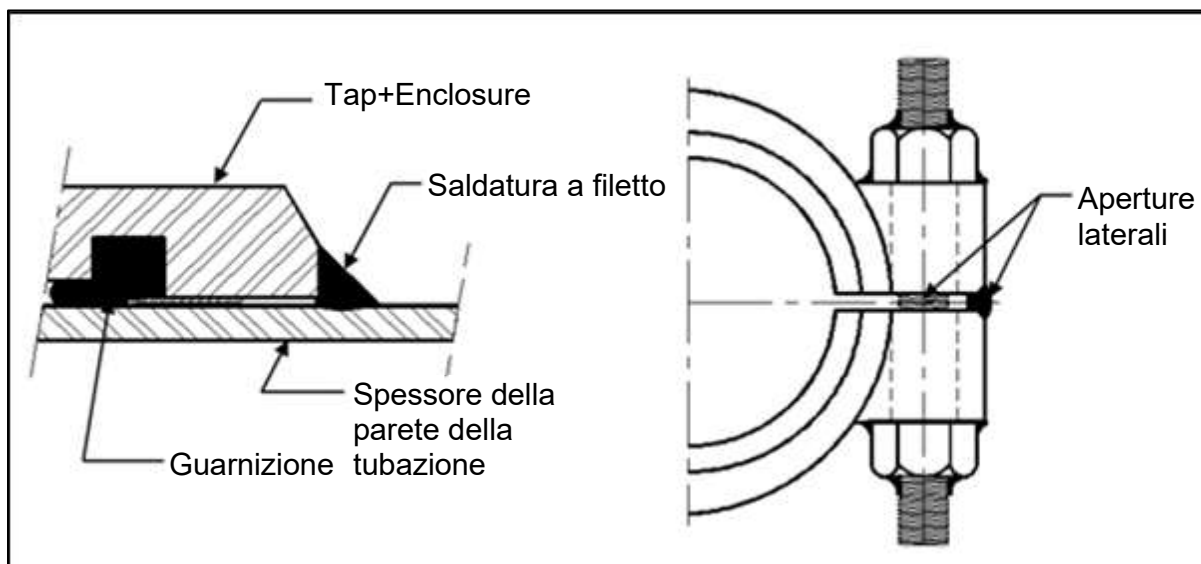

Figura 9
7. Serrare i prigionieri in modo uniforme secondo il valore corrispondente per dimensione del prigioniero riportato nella **Tabella delle Coppie di Serraggio PLIDCO** a pagina 14 di queste istruzioni. I migliori risultati si ottengono mantenendo un interstizio uniforme lungo tutte le barre laterali durante il serraggio dei prigionieri. Assicurarsi che ci sia un completo innesto della filettatura, con un minimo di $1/4$ di pollice (6,4 mm) di prigioniero che sporga oltre il dado. La sequenza per serrare i prigionieri deve seguire il modello mostrato nella Figura 9 e deve essere eseguita ripetutamente come segue:
1. Terminazioni della saldatura a filetto sulla tubazione. (Vedi Figura 9)